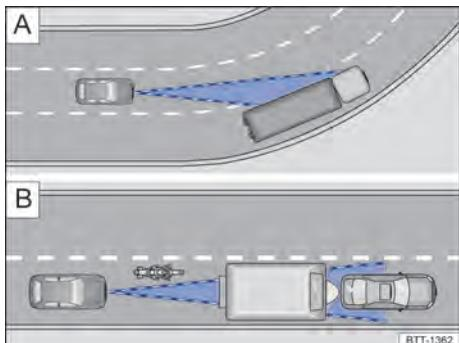

Fig. 100 **A** Condução em curva. **B** Veículos fora da área de alcance do sensor do radar
O sensor do radar sempre realiza as medições em sentido reto. Por isso, veículos em curvas fechadas podem ser acidentalmente detectados ou veículos à frente podem não ser detectados → Fig. 100 .
- Veículos que conduzem fora da área do sensor em pequena distância do próprio veículo, por exemplo, motocicletas → Fig. 100 .